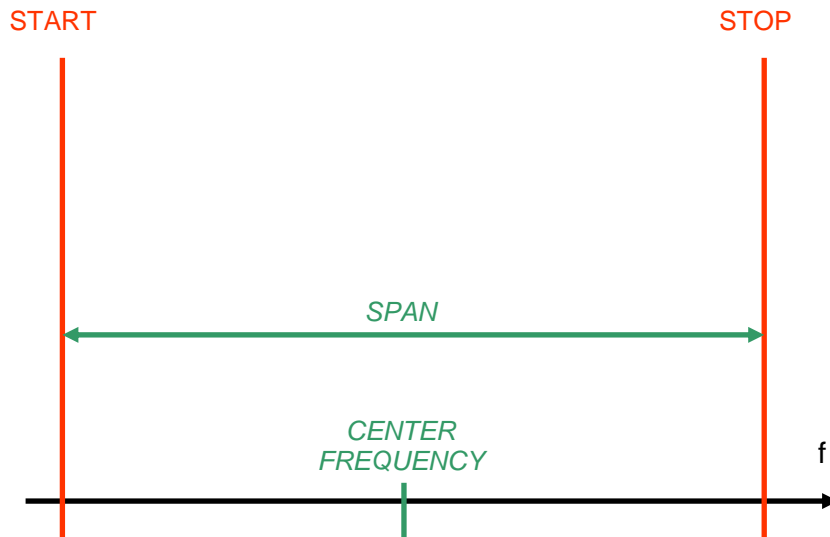

Figure 5
- soit on entre directement la fréquence centrale et l'étendue en fréquence (CENTER FREQUENCY et SPAN) comme indiqué sur la figure 5.